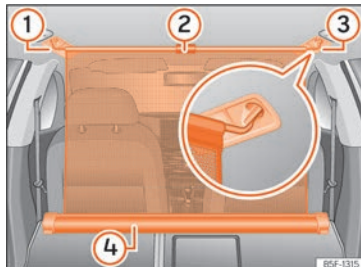

Fig. 142 En el maletero: red de separación enganchada con los respaldos del asiento trasero abatidos.
- Tire hacia arriba de la lengüeta »» fig. 142 ② para sacar la red de la carcasa »» fig. 142 ④.
- Enganche la red de separación en el lado derecho o izquierdo »» fig. 142 ③ (imagen ampliada).
- Enganche la red de separación en el alojamiento del otro lado »» fig. 142 ① estirando la barra.
La red de separación está correctamente montada cuando los extremos en forma de T están enganchados firmemente en los alojamientos correspondientes »» fig. 142 ③ y ①.
- Enrolle la red en la carcasa »» fig. 142 ④ bajándola con la mano.